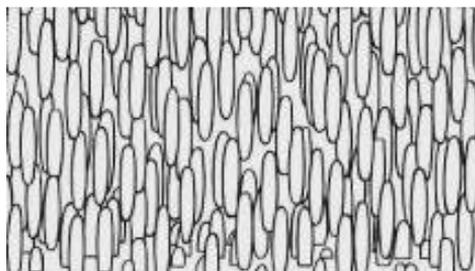

Рис. 1.6. Упорядоченная ориентация молекул жидких кристаллов
**ЖИДКИЕ КРИСТАЛЛЫ** – жидкости, обладающие анизотропией свойств (в частности, оптической), связанной с упорядоченностью в ориентации молекул (рис. 1.6). Благодаря сильной зависимости свойств жидких кристаллов от внешних воздействий они находят разнообразное применение в технике (в температурных датчиках, индикаторных устройствах и т.д.)